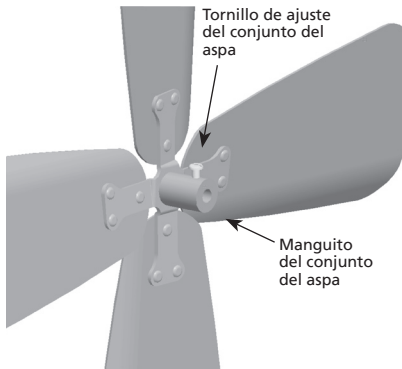

FIGURA 9
22. Afloje el tornillo de ajuste del conjunto del aspa de modo que no sobresalga del interior del manguito del conjunto del aspa. Vea la Figura 9.